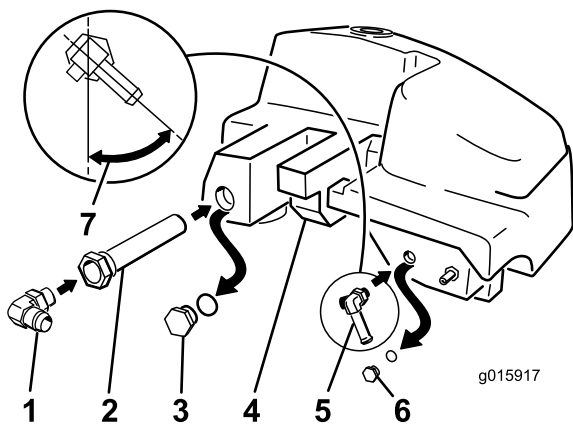

図 9
4. 小さい方のプラグを取り外したところに、小さい 90 度 T 字フィッティングバープ付きを取り付ける 図 9。